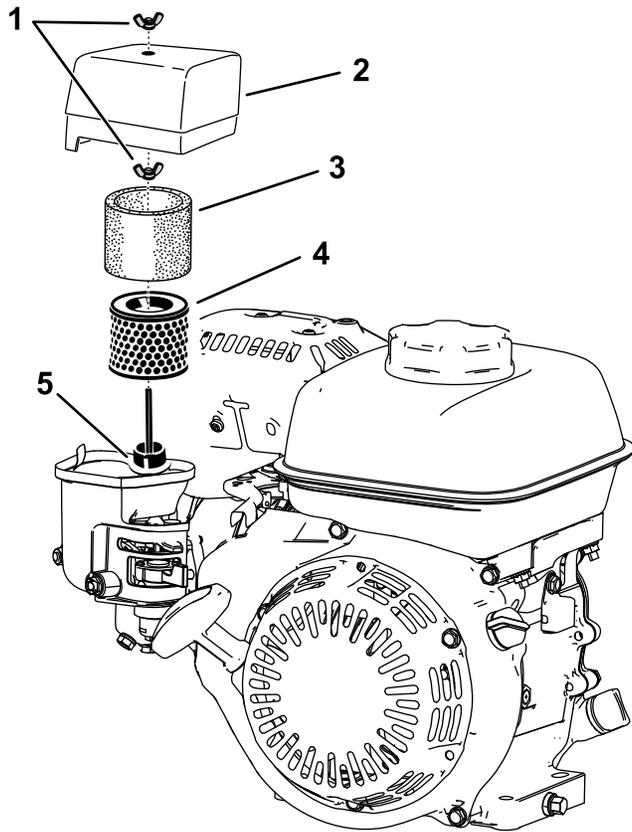

図 27
2. エアクリーナカバーを固定している蝶ナットを外す 図 27。